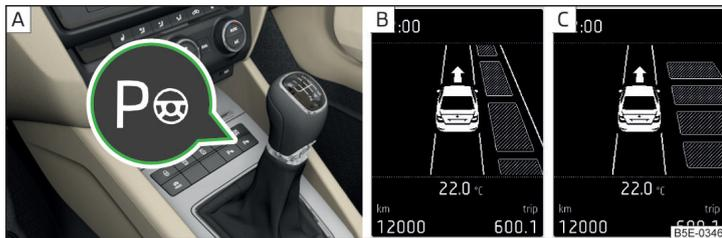

Abb. 155 Systemtaste / Displayanzeige
- Der Einparkvorgang kann jederzeit durch das Drücken der Symboltaste **P** » **Abb. 155 auf Seite 149** oder durch einen Lenkeingriff des Fahrers beendet werden.
Das System kann aktiviert bzw. deaktiviert werden, indem die Symboltaste **P** » **Abb. 155 auf Seite 149** - **A** gedrückt wird.
- Einmal die Symboltaste **P** » Abb. 155 - **A** drücken.
Im Display wird Folgendes angezeigt » Abb. 155 - **B**.
- Zweimal die Symboltaste **P** » Abb. 155 - **A** drücken.
Im Display wird Folgendes angezeigt » Abb. 155 - **C**.
- Einmal die Symboltaste  » Abb. 155 auf Seite 149 drücken.